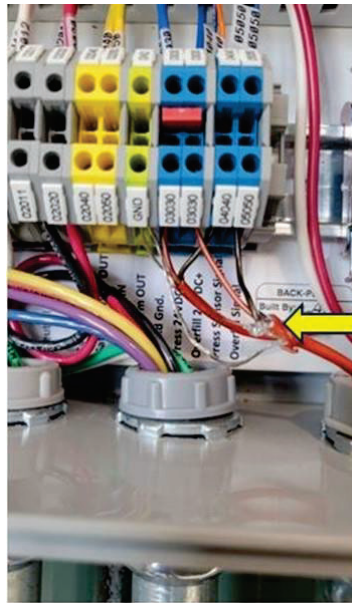

Figura 3-5: Conexiones del panel de control de GREEN MACHINE
- e. El cable blindado está conectado al panel de control VST: **consulte la Figura 3-5**
3. Instale dos cables clasificados para 24 VCC o más desde los terminales R5 hasta el 03030 y 05050 en el panel de control de GREEN MACHINE. **RECUERDE: NO intente compartir un relé de sobrellenado existente si está presente, el alto voltaje dañará el panel.** La mayoría de las alarmas de sobrellenado estándar utilizan 115 VCA. El cable de alto voltaje o estilo Belden es aceptable. **Vea Figura 3-5 y 3-6.**